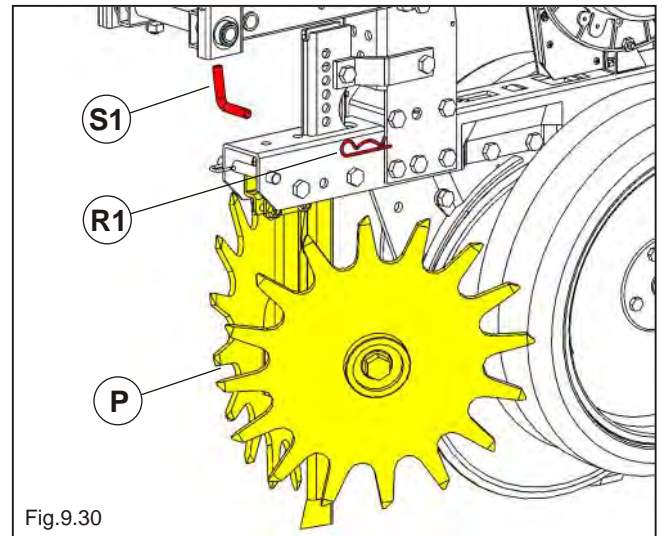

Fig.9.30
- Drehkrümmer (Abb.9.30).
Zur richtigen Einstellung des Drehkrümlers **P** (Abb.9.30) muss die Drillmaschine auf ebenem Boden abgestellt werden. Danach die Befestigungsstifte **R1 - S1** herausziehen, den Krümmler auf die gewünschte Höhe einstellen und die Stifte **S1 -R1** wieder einsetzen.